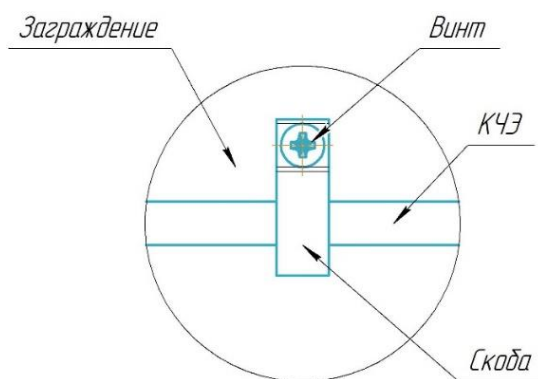

Рисунок 7
4) кабельные ЧЭ НЧ и ЧЭ ВЧ крепить с помощью металлических скоб (Рисунок 7), из состава комплекта монтажных частей Скоба-СК и комплекта монтажных частей Скоба-СП (комплект монтажных частей Скоба-СК и комплект монтажных частей Скоба-СП в состав изделия не входят, приобретаются отдельно) и дюбель-гвоздей 6х40 (дюбель-гвозди в состав изделия не входят, приобретаются отдельно) крепить КЧЭ на расстоянии не более 0,7 м (рекомендуемое значение – 0,4 м) от верхнего (нижнего) края бетонного ограждения, начиная от дальнего конца КЧЭ;
2) кабельные ЧЭ ВЧ проложить по нижней части бетонного заграждения крепить с помощью металлических скоб (Рисунок 7), из состава комплекта монтажных частей Скоба-СК и комплекта монтажных частей Скоба-СП (комплект монтажных частей Скоба-СК и комплект монтажных частей Скоба-СП в состав изделия не входят, приобретаются отдельно) и дюбель-гвоздей 6х40 (дюбель-гвозди в состав изделия не входят, приобретаются отдельно) крепить КЧЭ ВЧ на расстоянии не более 0,7 м (рекомендуемое значение – 0,4 м) от верхнего (нижнего) края бетонного заграждения, начиная от дальнего конца КЧЭ;